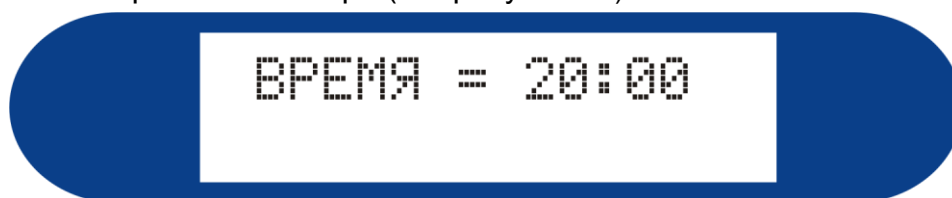

Рисунок 11
3. Если Вы хотите изменить установленное время цикла, нажмите и удерживайте кнопку ◀, затем нажмите кнопку ▶. Вы войдете в режим установки времени таймера (см. рисунок 11).